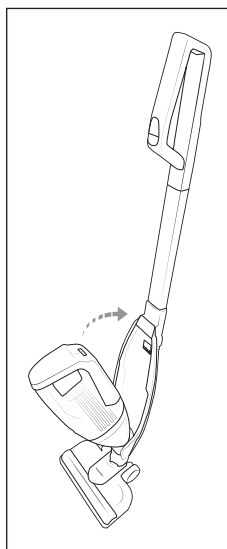

Fig. 3
- 1) Para montar la pieza manual **2** en la columna **11**, inserte la punta de la pieza manual **2** en el alojamiento para la pieza manual **14** (fig. 3).
- 2) Tras esto, presione el mango **1** de la pieza manual **2** contra el alojamiento para la pieza manual **14** de forma que la pieza manual **2** quede encastrada y fija (fig. 3).